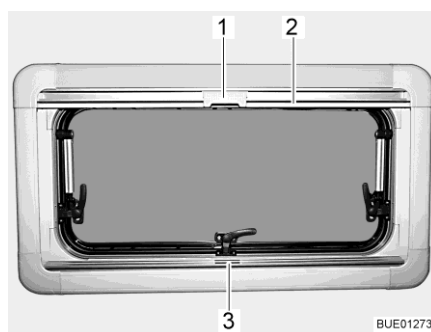
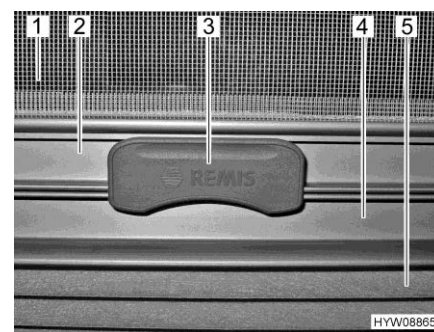

Fig. 43 Finestra apribile
Fig. 44 Aggancio
La tendina oscurante pieghevole (Fig. 44,5) è montata nella cassetta inferiore.
- Afferrare la tendina oscurante pieghevole per la parte centrale della barra di presa (Fig. 43,3 e Fig. 44,4), tirarla dal basso verso l'alto e rilasciarla nella posizione desiderata. La tendina oscurante pieghevole rimane in questa posizione.
La zanzariera a rullo (Fig. 44,1) è montata nella cassetta superiore.
- Tirare la zanzariera a rullo accompagnandola con la barra di presa (Fig. 43,2 e Fig. 44,2) verso il basso, fino a quando la barra di presa non arriva a contatto con la tendina oscurante pieghevole (Fig. 44,4).
- Bloccare l'aggancio (Fig. 43,1 e Fig. 44,3) della zanzariera a rullo nella barra di presa della tendina oscurante pieghevole. Se l'aggancio risulta bloccato, la tendina oscurante pieghevole e la zanzariera a rullo possono essere spostate insieme.
- Premere in alto l'aggancio (Fig. 44,3) sulla zanzariera a rullo.
- Ricondurre lentamente la zanzariera a rullo accompagnandola con la barra di presa (Fig. 43,2).